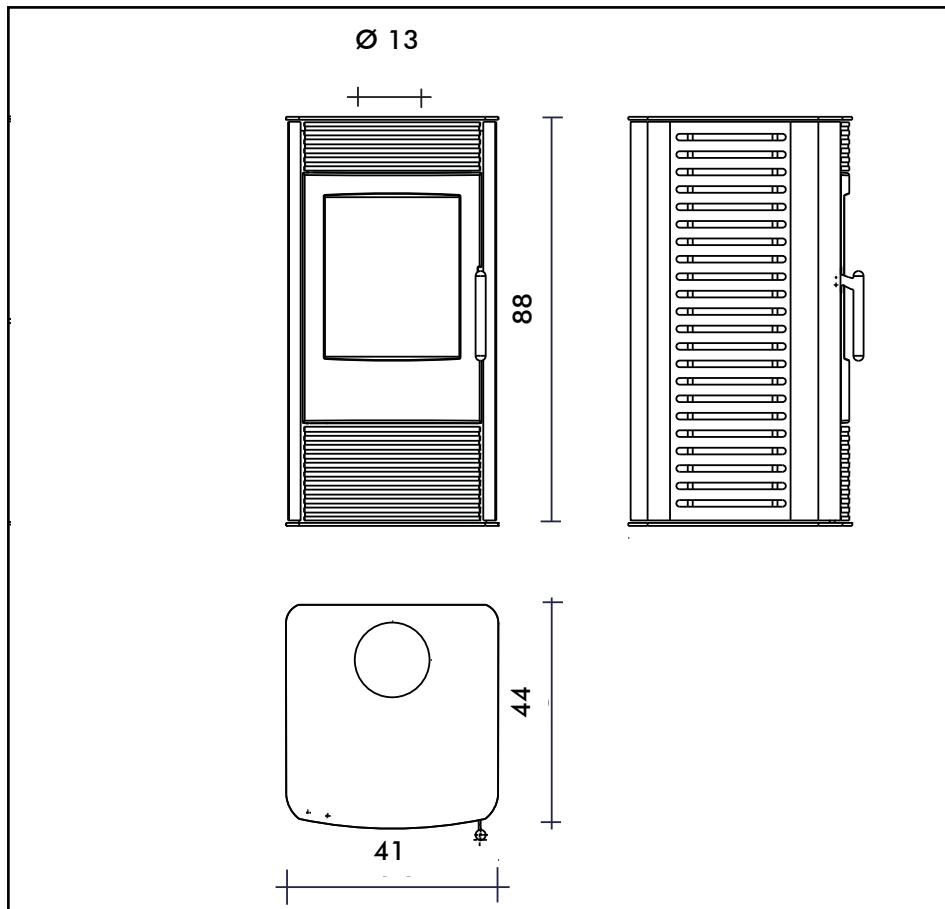

FIG. 4
- La regolazione dell'aria primaria si ottiene agendo sulla levetta A (Fig. 4), situata sulla sinistra della portina inferiore. Per aumentare l'aria comburente spostare la levetta verso destra (2), mentre per diminuire l'aria comburente spostare la levetta verso sinistra (1). L'aria secondaria in quantità fissa arriva al focolare attraverso delle feritoie poste nel ferrovetro superiore della portina fuoco.
PRIMA ACCENSIONE (Fig.4 - pag.3)
- Aprire la valvola dell'aria comburente posizionando la leva **A in posizione 2 (Fig.4 pag.3)**, aprire la valvola di tiraggio eventualmente inserita nel tubo di collegamento alla canna fumaria (canale da fumo).
- A fuoco troppo intenso si consiglia di chiudere parzialmente la valvola dell'aria comburente posizionando la leva **A in posizione 1 (Fig.4 pag.3)** e di chiudere leggermente la valvola di tiraggio eventualmente installata sul tubo di collegamento alla canna fumaria (canale da fumo).